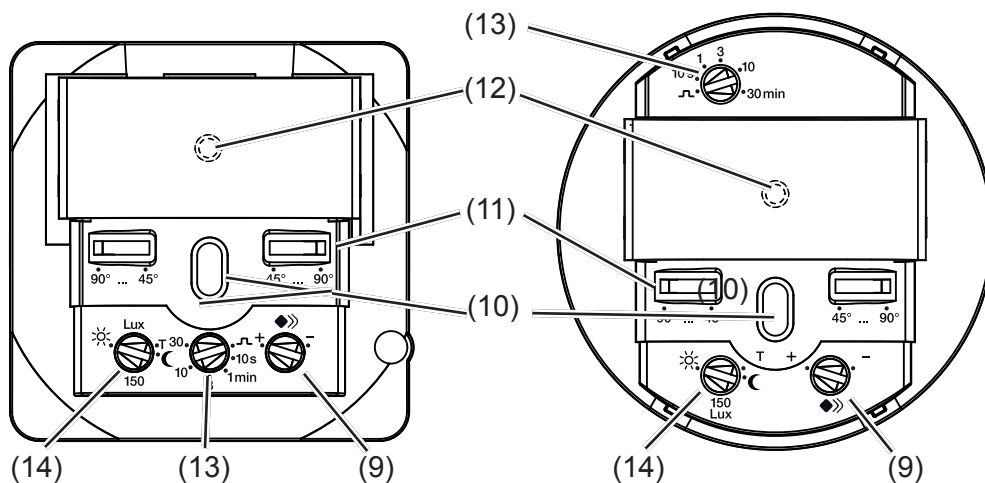
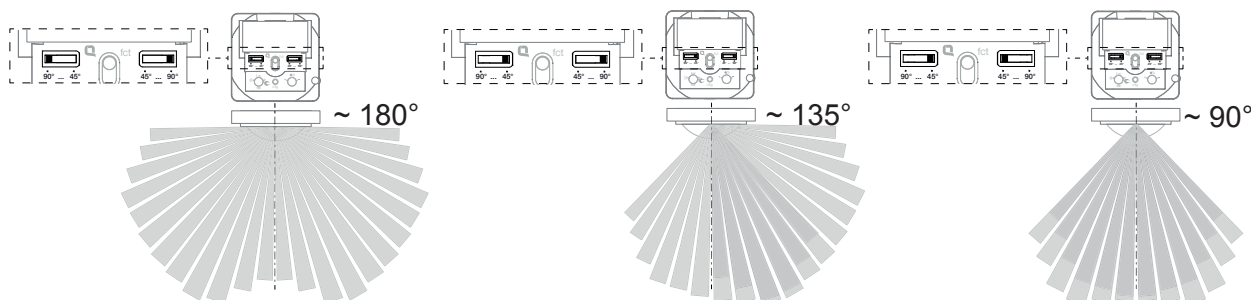

Bild 5: Bedien- und Einstellelemente des Aufsatz-Unterteils
Bild 8: Einstellung des Erfassungswinkels
- Demontageschutz über die Schraube (5) herstellen, wenn vorhanden.
- Nach Inbetriebnahme Designabdeckung (4) auf Aufsatz (3) rasten.
- i** Soll die Inbetriebnahme über Handsender erfolgen, das Potentiometer Ansprechhelligkeit (Bild 5, 13) auf Position T einstellen und anschließend Designabdeckung aufrasten.
Der Erfassungswinkel kann von rechts und von links je Einsteller (Bild 5, 10) zwischen 45° ... 90° eingeschränkt werden. Somit kann der Erfassungswinkel zwischen 90° und 180° liegen (Bild 8).
- Testbetrieb einstellen. Hierzu Potenziometer Ansprechhelligkeit (Bild 5, 14) auf Position T stellen.
- Potenziometer Ansprechhelligkeit (Bild 5, 14) in die gewünschte Position drehen.
- Potentiometer Nachlaufzeit (Bild 5, 13) in die gewünschte Position drehen.
- Potentiometer Nachlaufzeit (Bild 5, 13) in die Position  drehen.
- Potenziometer Empfindlichkeit (Bild 5, 9) in die gewünschte Position drehen.
- Potentiometer Ansprechhelligkeit (Bild 5, 13) in Stellung **T** bringen.